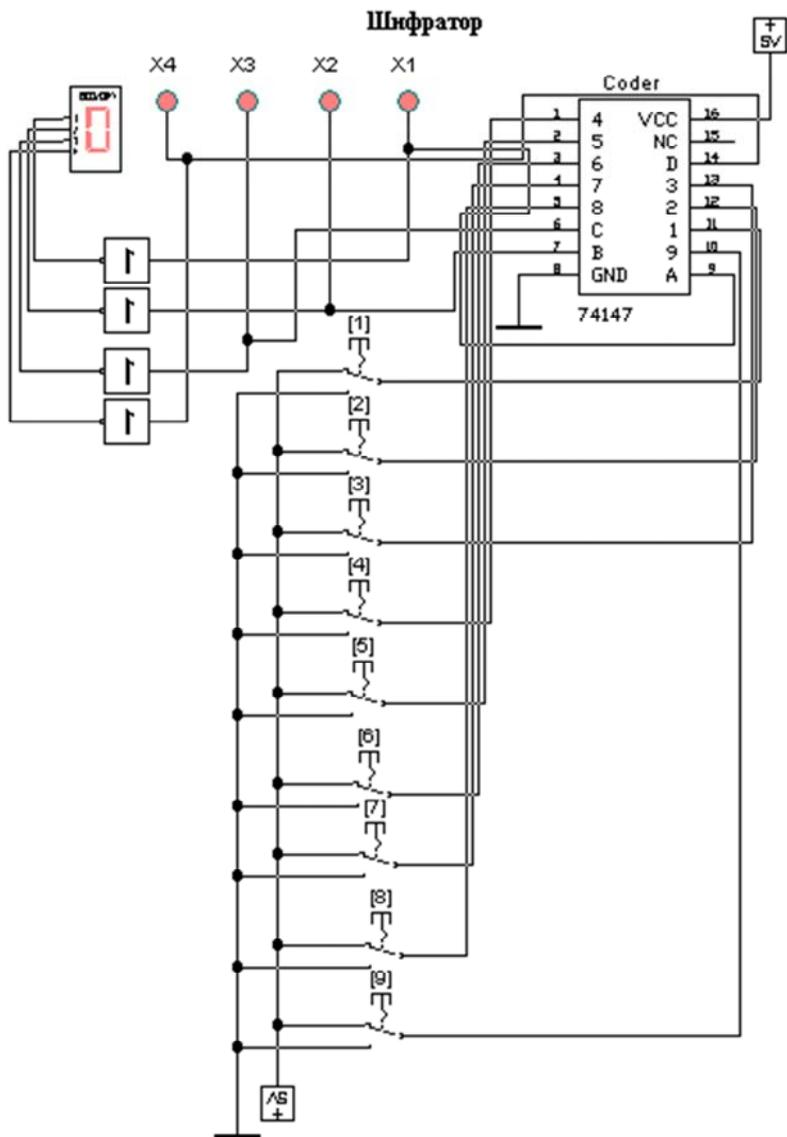

Рис. 13.14. Шифратор (файл **codер.ewb**)
3. Исследовать шифратор (файл **codер.ewb**, **Coder-Decoder.ewb**, рис. 13.14, 13.15).